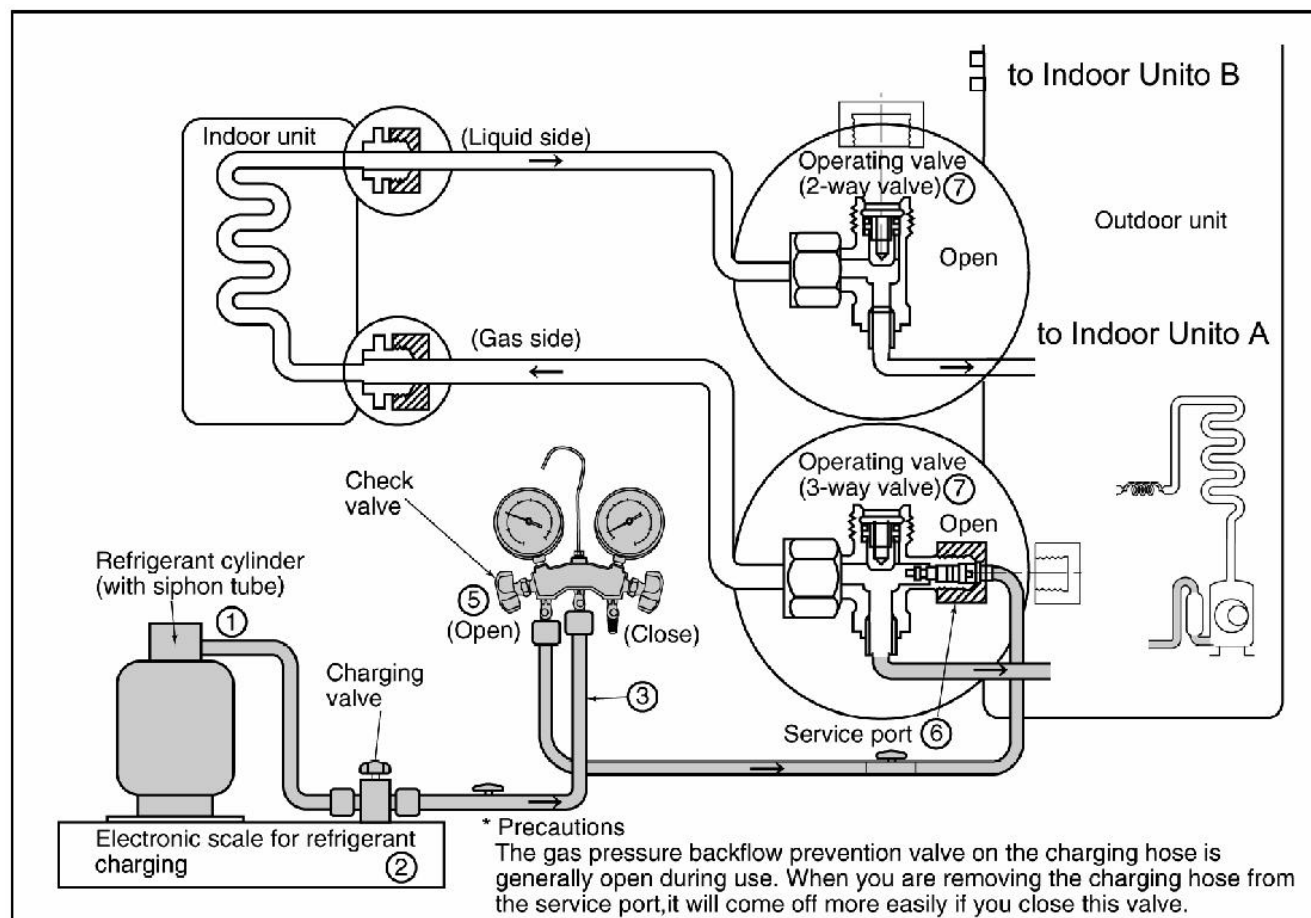

Fig. 13 Recarga de refrigerante
4. Comprobar que el manómetro de baja marca -0.1MPa (-76cmHg), entonces cerrar completamente el manómetro de baja y apagar la bomba. Esperar 1-2 minutos y comprobar que no pierde vacío. Ver Fig.13.
5. Colocar la botella de refrigerante en la báscula electrónica, conectar la manguera a la botella y a la conexión de la báscula electrónica. (1)(2)